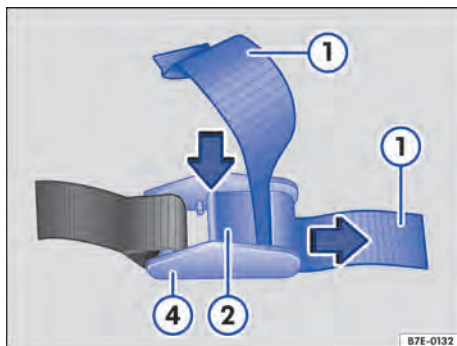

Fig. 141 Soltar o cinto de retenção.
2. Pressionar a alavanca → Fig. 141 (2) e puxar o cinto de retenção (1) para fora da peça de retenção (4).
3. Passar o cinto de retenção → Fig. 141 (1) de trás para a frente entre a alavanca (2) e a protuberância (3).
4. Apertar o cinto de retenção → Fig. 141 (1) e soltar a alavanca (2).